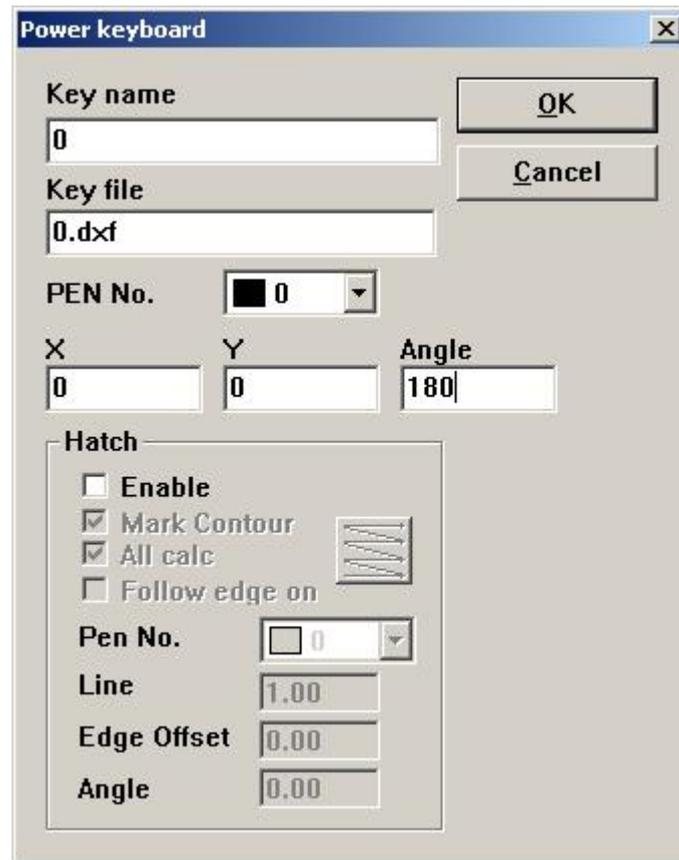

Figura 8-21
3. Haga clic en "Agregar" y luego en el cuadro de diálogo emergente que se muestra en la Figura 8-21: